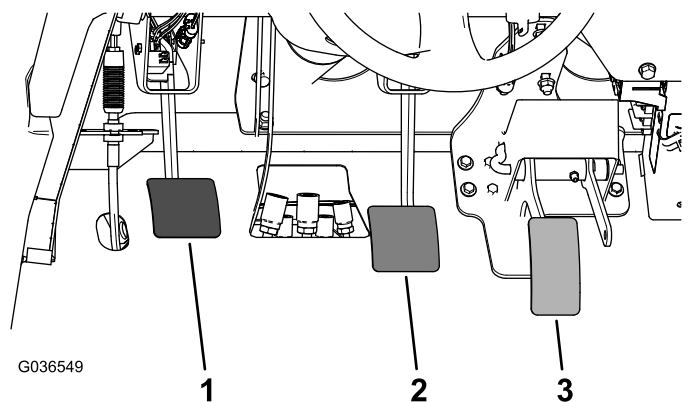

Figura 59
2. Ridicați pedala de frână (Figura 59) până când intră în contact cu cadrul.
3. Slăbiți contrapiulițele care fixează furca pe arborele cilindrului principal (Figura 59).